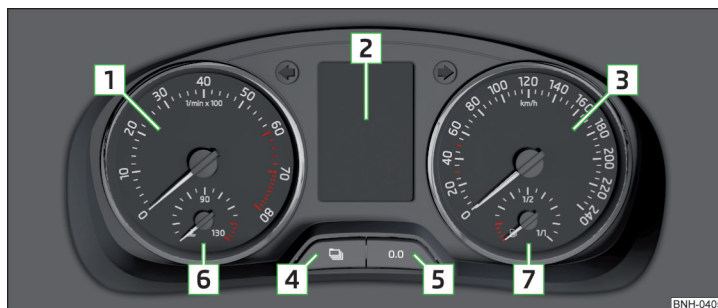
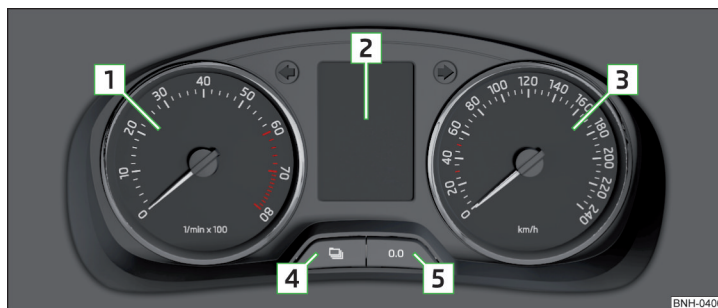

Fig. 20 Panou de bord - varianta 1
Fig. 21 Panou de bord - varianta 2
Turometrul **1** » fig. 20 la pagina 30, respectiv » fig. 21 la pagina 30 indică turația curentă, pe minut, a motorului.
Vitezometrul **3** » fig. 20 la pagina 30, respectiv » fig. 21 la pagina 30 indică viteza curentă.
Valabil pentru autovehiculele cu panou de bord - Varianta 1 » fig. 20 la pagina 30.
La autovehiculele cu panou de bord - varianta 2 » fig. 21 la pagina 30, temperatura lichidului de răcire este afișată numai prin aprinderea, respectiv stingerea uneia din lămpile de control » pagina 36, Lichidul de răcire.
► Apăsăți mai lung tasta  » fig. 20 la pagina 30, respectiv » fig. 21 la pagina 30.